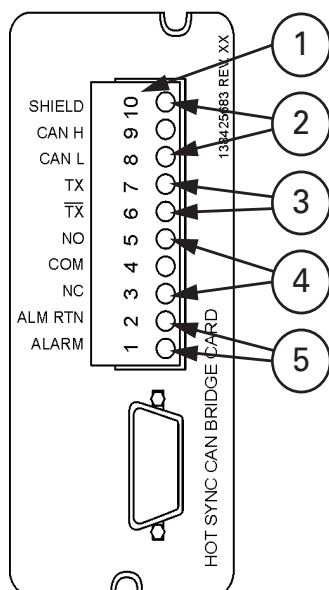
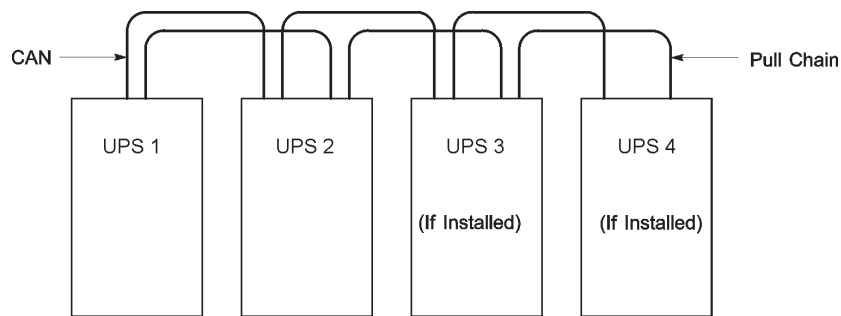
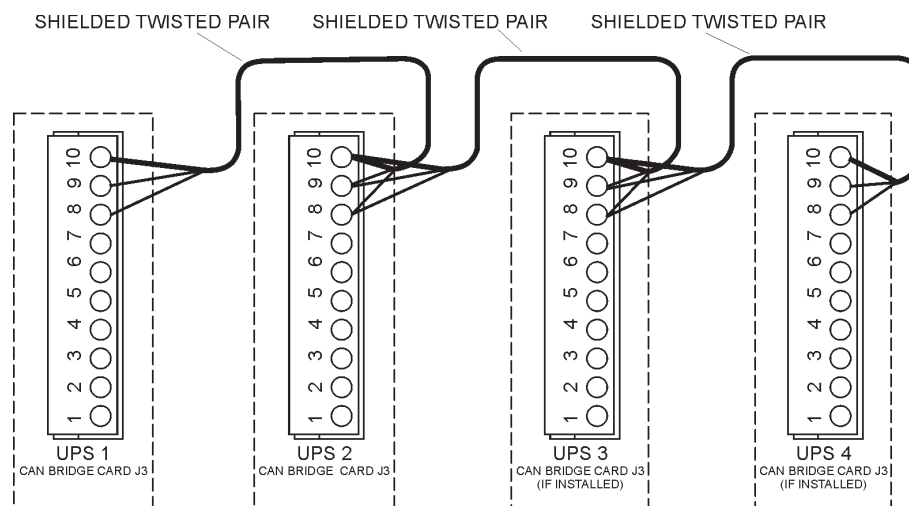

Рис. 5-2. Подключения карты Hot Sync CAN Bridge
Рис. 5-3. Установка упрощенной интерфейсной проводки Pull-Chain и CAN системы с распределенным байпасом
Рис. 5-4. Подключение CAN системы с распределенным байпасом ИБП без использования MOV
Расположение соответствующих клемм на карте HotSync CAN Bridge см. на Рис. 5-2 и в Табл. 5-1 на стр. 75.
7. Проложите и установите проводку CAN между шкафами ИБП. Расположение клемм карты HotSync CAN Bridge см. на Рис. 5-2 и в Табл. 5-1 на стр. 75, а информацию по подключению проводки на Рис. 5-3, Рис. 5-4 и в Табл. 5-2 на стр. 78.